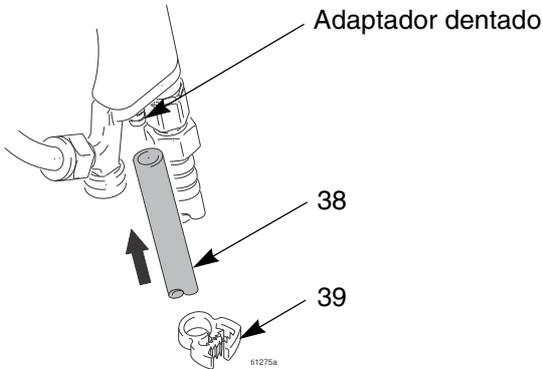

FIG. 5
Presione el tubo de escape (38) sobre el adaptador con muescas que se encuentra en la parte inferior de la empuñadura de la pistola. Asegure el tubo con la abrazadera (39) (FIG. 5).